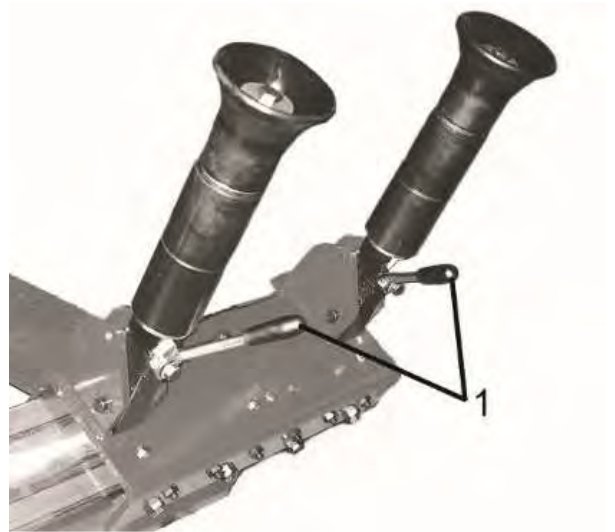

Fig.15
E. Utiliser le levier de blocage (# 1 Fig. 15) pour bloquer et débloquer le bras porte-rouleau.